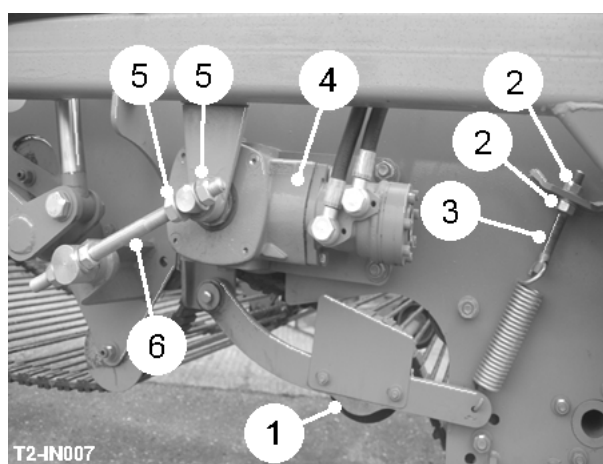

Fig 8
La machine de la spécification standard est équipée avec un 1630mm 36mm tissu de l'excavateur du ton large. Un 1500 tissu de l'excavateur du mm est disponible comme une option. Aussi, devez un tissu du ton alternatif soit exigé pour adapter à récolte particulière et conditions du sol, ce sera une exigence spéciale et aura besoin d'être discuté avec Ingénierie Standen a Limité. Les rouleaux de la tension source-chargés (item 1, fig 8) maintiennent la promenade sur le côté du retour du tissu. À la tension le tissu, défaites le locknuts (item 2, fig 8) et repositionnez l'ajusteur du printemps (item 3, fig 8). Assurez les deux côtés sont ajustés également.
Le tissu de l'excavateur est conduit par l'unité de la boîte de transmission du moteur (item 4, fig 8). Le  bouton commence / arrêts le tissu de l'excavateur et la vitesse est mise en phase terminale sur le service.
La hauteur de la goutte du tissu de l'excavateur au tissu tamisant peut être ajustée utiliser le 'Web Split' bouton sur la boîte de l'esclave. L'intervalle entre les deux tissus peut être mis manuellement d'après la dimension de la récolte et la séparation a exigé. L'intervalle est ajusté en diffusant le locknuts (item 5, fig 8)) et déplacer l'ajusteur (item 6, fig 8) jusqu'à ce que l'intervalle exigé soit obtenu. Assurez les deux côtés sont ajustés également.